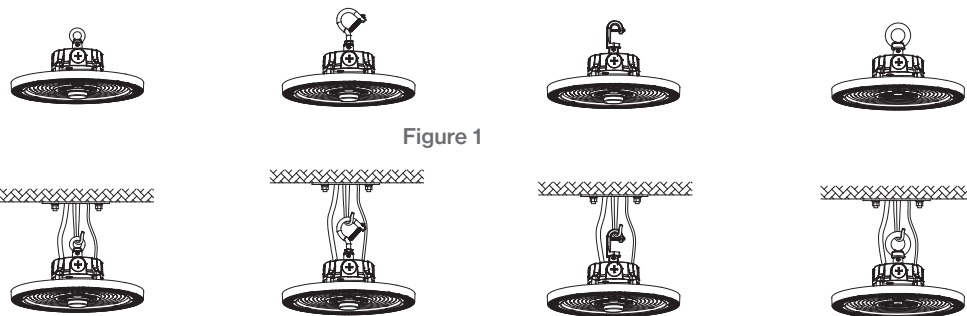

Figure 1
Étape 1. Vissez et fixez le crochet au luminaire. (Figure 1)